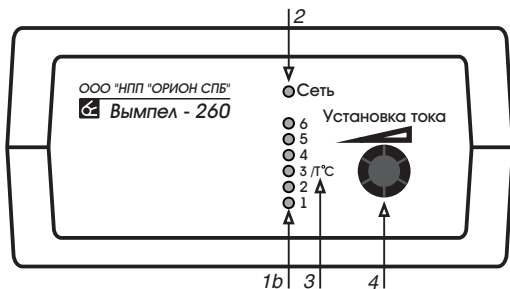

Рис. 2
**1b** - Светодиодная шкала амперметра. (Вымпел-260, рис. 2)